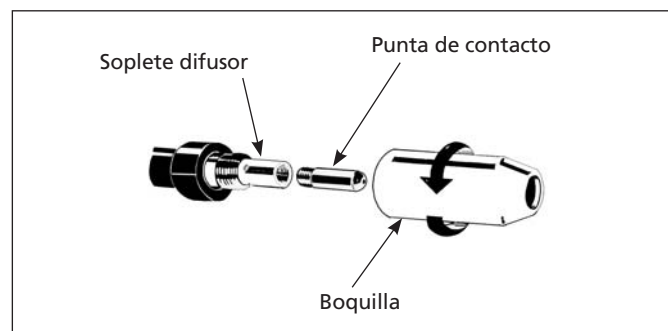

Figura 3 - Boquilla del soplete
7. Desenrosque la boquilla y la punta de contacto del extremo de soplete (Ver la Figura 3). Enchufe la soldadora en un tomacorriente adecuado.
9. Con cuidado deslice la punta de contacto sobre el alambre, enrosque la punta en el extremo del soplete y vuelva a instalar la boquilla (Ver la Figura 3). Corte el alambre a cerca de 1/4 de pulgada (6,4 mm) del extremo de la boquilla.